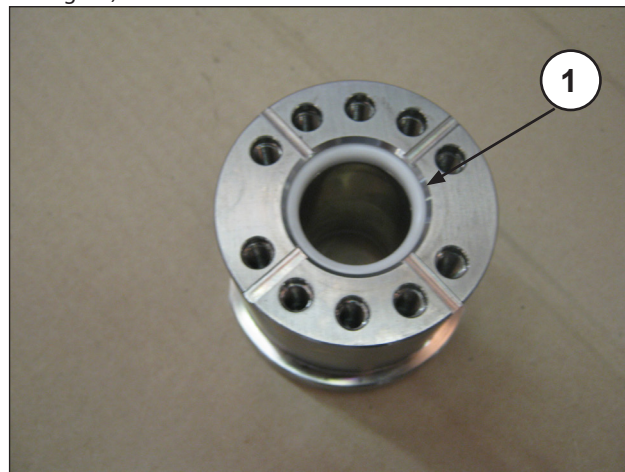

Fig. 55
- Insérer le joint d'étanchéité dans la chemise (rep. ①, Fig. 55).